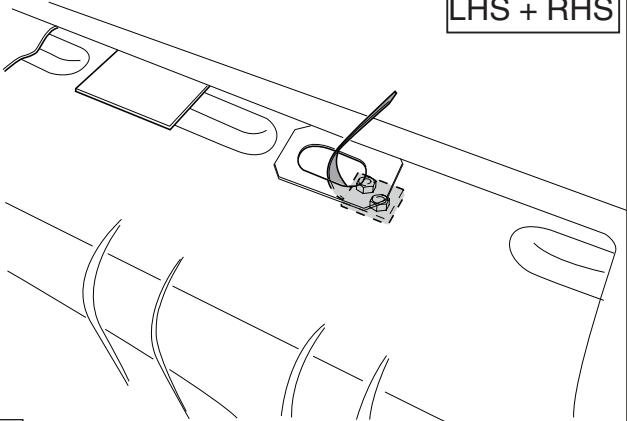

Fig.4
- Поместить упорные пластины, как указано на рис. 4.